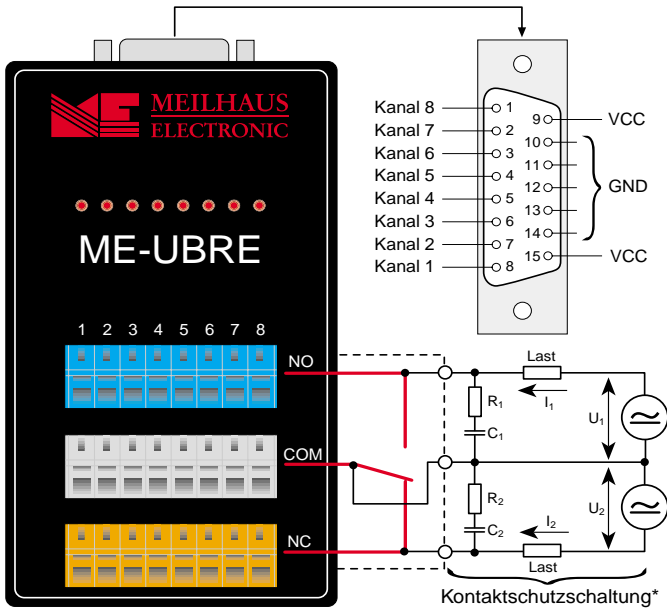

Abb. 1: Anschlußbelegung/Kontaktschutzschaltung
In Abbildung 1 sehen Sie eine typische Schaltung dieser Art. Die Werte sind abhängig von der Last und den Relais-eigenschaften. Der Kondensator C unterdrückt die Entladung bei Kontaktöffnung, der Widerstand R begrenzt den Strom, wenn das nächste Mal geschaltet wird. Die Schaltung ist für Gleich- und Wechselspannung gleichermaßen geeignet. Da die Relais sowohl einen Arbeits (NO)- als auch einen Ruhekontakt (NC) haben, müssen Sie die Schutzschaltung stets für jeden Kontakt vorsehen, der eine nennenswerte Last schaltet.